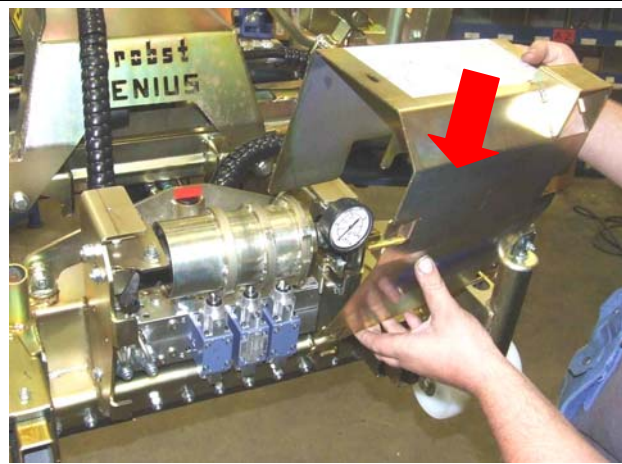

Fig.27
27. Asenna kansi paikalleen → Fig. 27